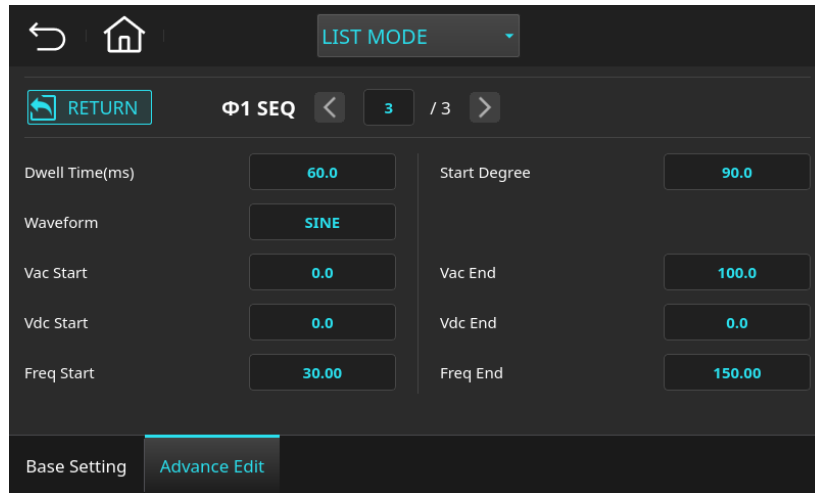

图 5-9 列表模式(List)设定页面(第一相序列 3 设定范例参数)
5. 选择 Φ1 SEQ3 后，点选 **EDIT** 编辑键，编辑参数如下图 5-9 所示。